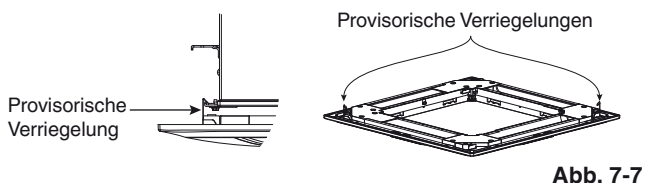

Abb. 7-7
- (1) Die provisorischen Verriegelungen an der Innenseite der Deckenverkleidung in die Aufnahmen an der Einheit einhängen, um die Deckenverkleidung vorläufig anzubringen. (Abb. 7-7)
- Zum Abnehmen der Deckenverkleidung die Deckenverkleidung abstützen, und gleichzeitig die provisorischen Verriegelungen nach außen drücken. (Abb. 7-7)